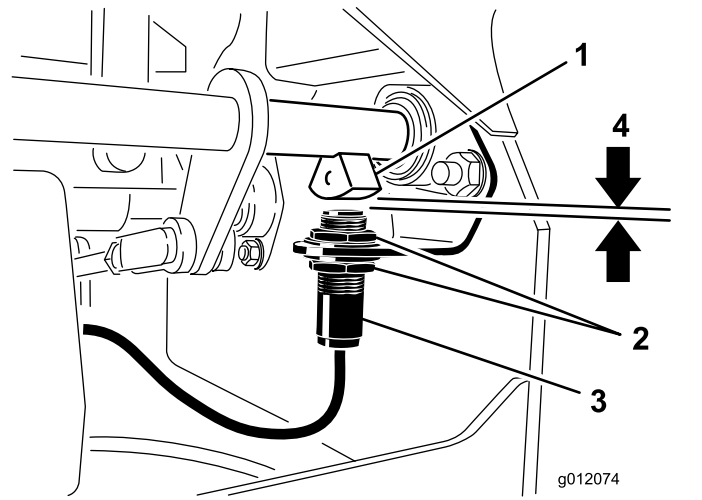

Figura 67
4. Mueva el interruptor hacia arriba o hacia abajo en el soporte hasta que la distancia entre el sensor del eje del freno y el émbolo del interruptor sea de 4 mm (5/32") como se muestra en (Figura 67).